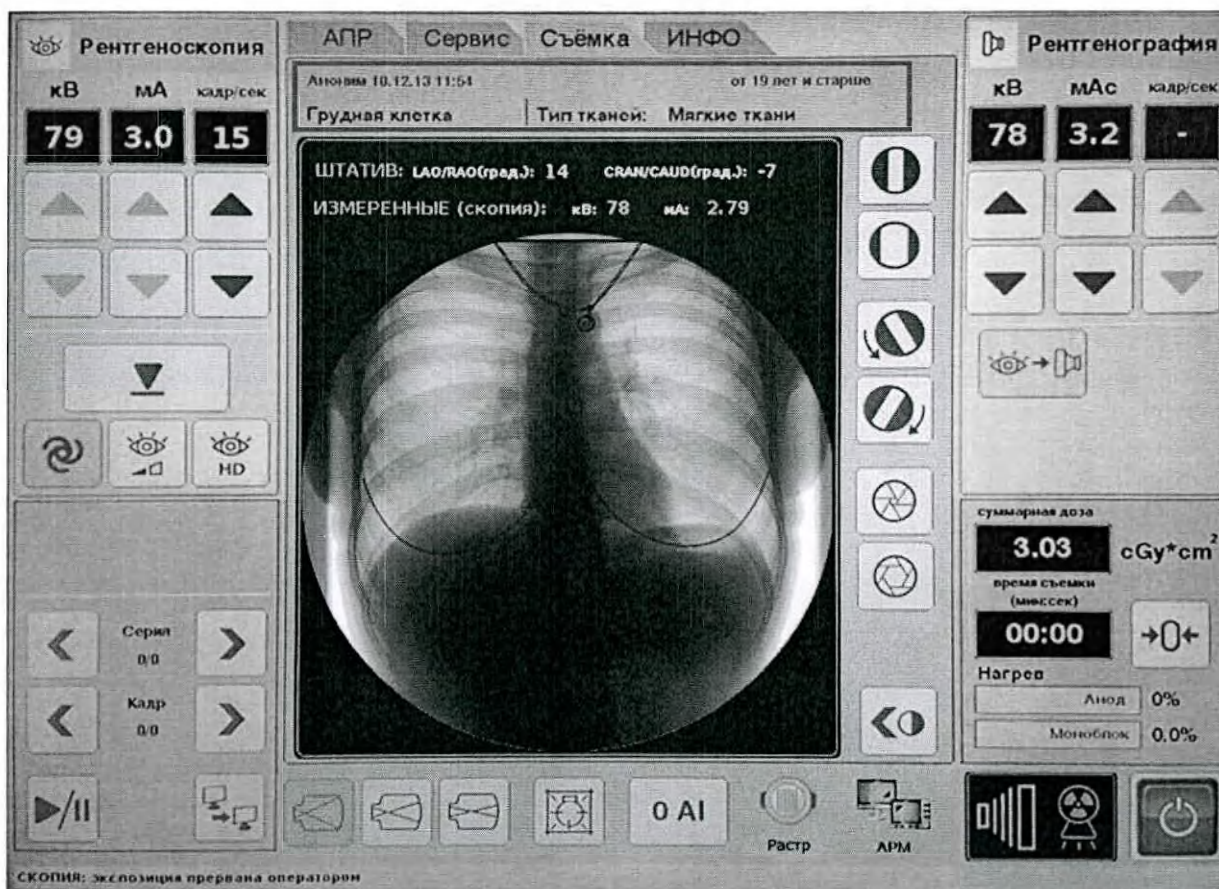

Рисунок 8.1 – Интерфейс ПУИ при проведении срочных исследований
- на вкладке АПР будет установлена анатомическая область «Грудная клетка» и Тип тканей «Мягкие ткани» (см. Рисунок 8.1);